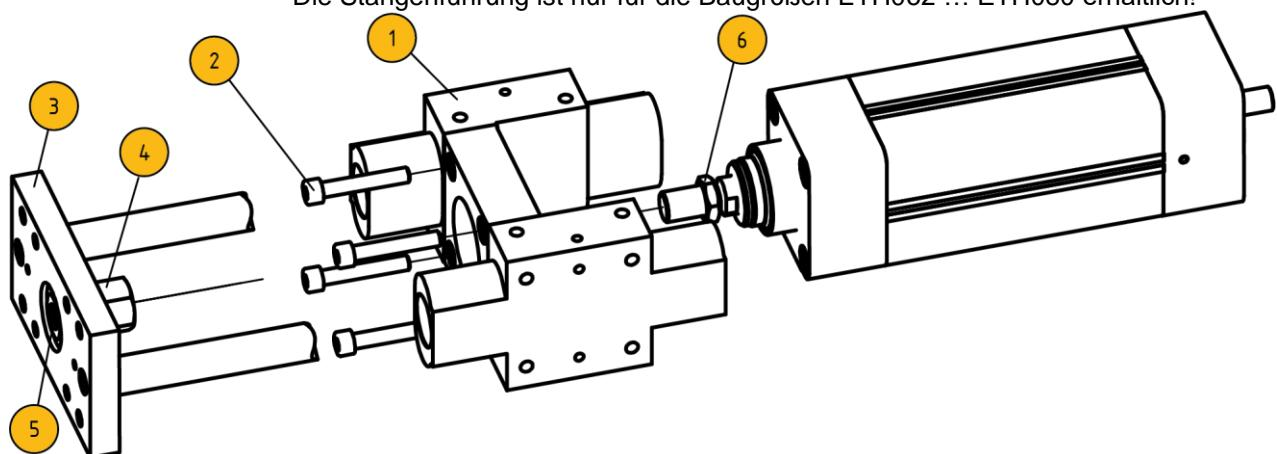

Abbildung 8: Montage der Stangenführung
- ◆ Packen Sie die Stangenführung aus und entfernen Sie die Transportsicherung zwischen dem Stangenführungsmodul (siehe Abbildung 8 Pos.1) und der Frontplatte (siehe Abbildung 8 Pos. 3).
- ◆ Schieben Sie das Stangenführungsmodul (siehe Abbildung 8 Pos. 1) auf den Zentrierbund des ETH Zylinder.
- ◆ Verschrauben Sie das Stangenführungsmodul mit den mitgelieferten Schrauben (siehe Abbildung 8 Pos. 2) und dem erforderlichen Anzugsmoment.
- ◆ Lösen Sie die Schraube (siehe Abbildung 8 Pos. 5), sodass die Überwurfmutter (siehe Abbildung 8 Pos. 4) frei beweglich ist.
- ◆ Drehen Sie die Überwurfmutter auf die Kolbenstange des ETH Zylinders und kontern Sie diese mit der Sechskantmutter (siehe Abbildung 8 Pos. 6).
- ◆ Klemmen Sie die Überwurfmutter mit der Frontplatte in dem Sie die Schraube (siehe Abbildung 8 Pos. 5) mit dem erforderlichen Anzugsmoment festziehen.